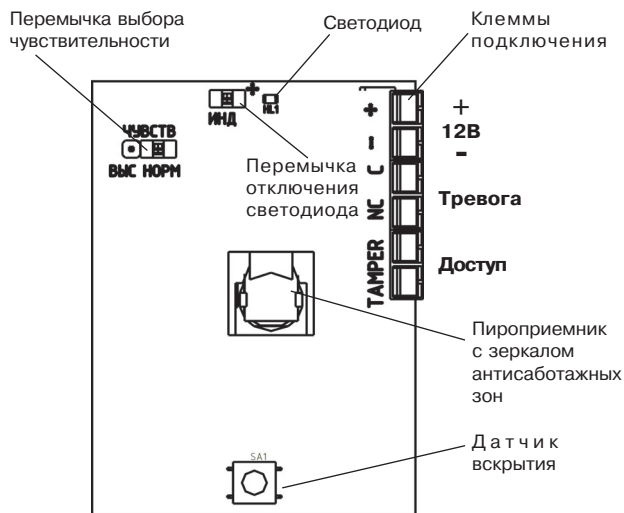

Рисунок 5 - Печатная плата
- Установите перемычки (рисунок 5) в соответствии с конкретными условиями применения.